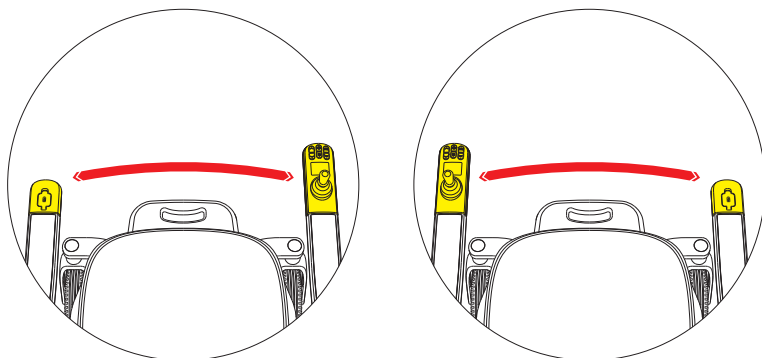

Figura 4.5.1
Step 3, scambiare i controller destro e sinistro, collegare il cablaggio, inserirli nuovamente nell'alloggiamento desiderato del bracciolo e bloccare le viti a brugola con la chiave esagonale. (Come mostrato nella Figura 4.5.1).